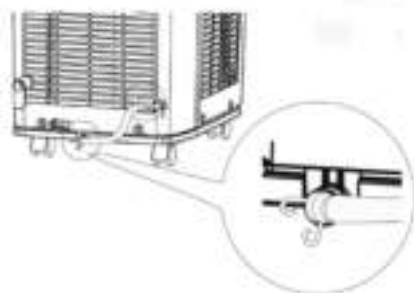

Figura 20
- 2** Conecte la tubería J suministrada (véase la figura 1) en el lugar del tapón de goma (véase la figura 20) y sujétela con la abrazadera I.